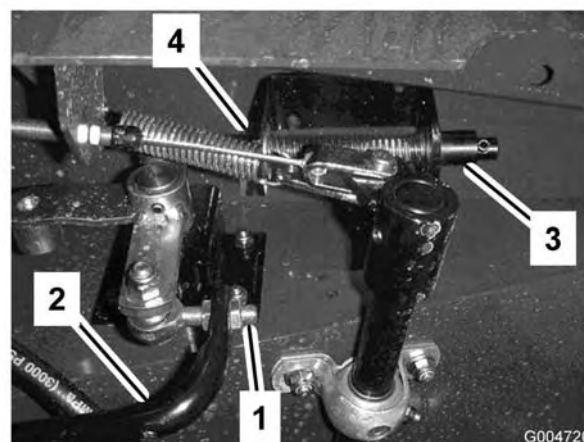

Figure 68
3. Desserrez les écrous de blocage à l'extrémité de la barre et réglez la longueur de la barre de déplacement (Figure 68) pour que la pédale touche la butée quand le levier de pompe arrive au bout de sa course. Resserrez les écrous de blocage.
3. Remplissez le réservoir (Figure 68) d'environ 30 litres (8 gallons) d'huile hydraulique (voir Contrôle du niveau de liquide hydraulique).